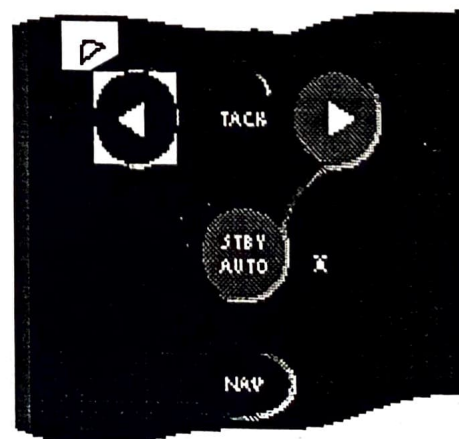

Fig 2.3 - Correction sur Bâbord
- une pression maintenue provoque des corrections de 10° à chaque double bip (3 double bip = 30°) fig 2.3.